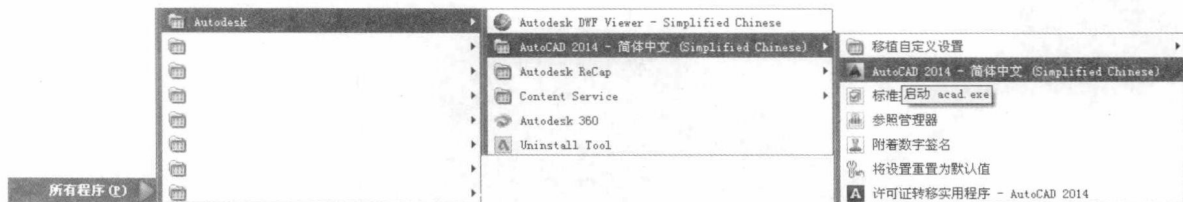

图1-1 用**【开始】**菜单打开AutoCAD 2014
- ★ **【开始】菜单：**单击**【开始】**菜单，在菜单中选择“程序\Autodesk\ AutoCAD 2014 简体中文\ AutoCAD 2014 简体中文”选项。如图1-1所示。